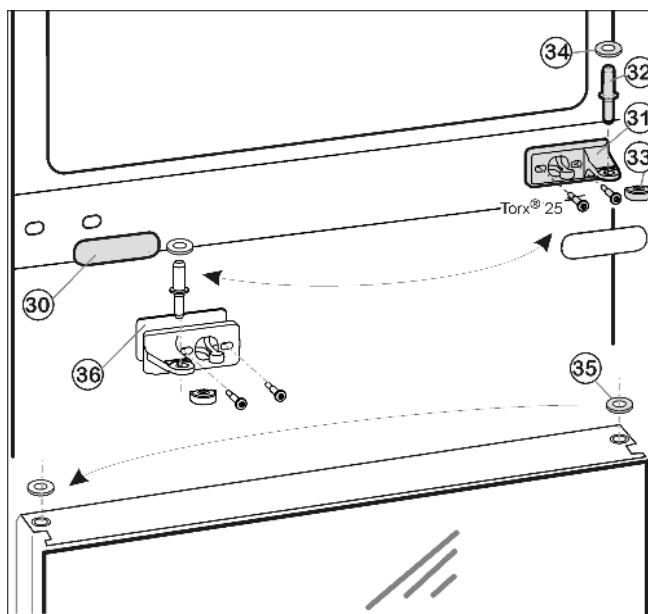
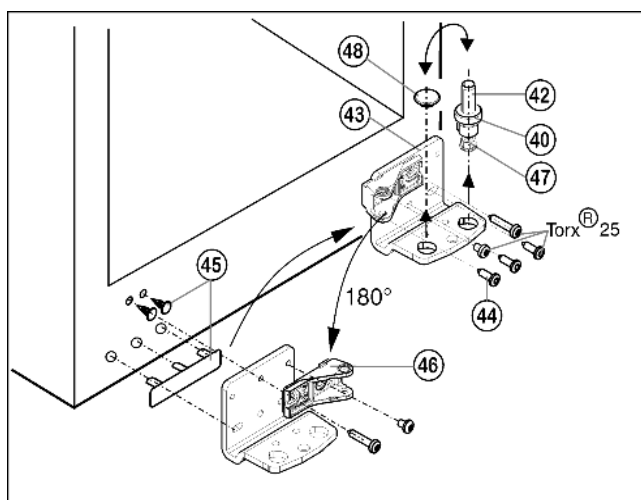

Fig. 11
Fig. 12
- ▶ Middelste lagerbout Fig. 11 (32) met schijfje Fig. 11 (34) uit de lagerbus en de onderste deur uittrekken.
- ▶ Kunststof kap Fig. 11 (33) afnemen.
- ▶ Middelste lagerbus Fig. 11 (31) losschroeven (2 maal Torx® 25).
- ▶ Afdekplaat Fig. 11 (30) voorzichtig afhalen.
- ▶ Middelste lagerbus met Fig. 11 (36) onderlegschiifje Fig. 11 (31) 180° gedraaid aan de nieuwe scharnierkant **goed (met 4 Nm)** vastschroeven.
- ▶ Afdekplaat Fig. 11 (30) 180° gedraaid aan de nieuwe greepzijde weer vastklikken.
- ▶ Schijfje Fig. 11 (35) op de deur omzetten.
- ▶ Lagerbout Fig. 12 (42) compleet met schijfje Fig. 12 (40) en stelootje Fig. 12 (47) naar boven eruit trekken.
- ▶ Stop Fig. 12 (48) eraf halen.
- ▶ Lagerbus Fig. 12 (43) losschroeven Fig. 12 (44).
- ▶ Afdekking aan de greepzijde en stop Fig. 12 (45) voorzichtig optillen en op de tegenoverliggende zijde plaatsen.
- ▶ Onderste lagerbus Fig. 12 (43) aan de nieuwe scharnierzijde evt. met behulp van een accuschroevendraaier (**met 4 Nm**) weer goed vastschroeven.
- ▶ Lagerdeel Fig. 12 (46) losschroeven en van binnen 180° gedraaid weer goed vastschroeven, lange schroef steeds in het langsgat vastschroeven.
- ▶ Stop Fig. 12 (48) weer in het andere gat aanbrengen.
- ▶ Lagerbout Fig. 12 (42) met schijfje en stelootje weer aanbrengen. Er daarbij op letten, dat de sluitnok naar achter wijst.
- ▶ Plaats de deur van boven op de onderste lagerbout *Fig. 12 (42)*.
- ▶ Het kunststof kapje *Fig. 11 (33)* weer op de middelste lagerbus *Fig. 11 (31)* zetten.
- ▶ Middelste lagerbout *Fig. 11 (32)* op de nieuwe scharnierzijde in de onderste deur plaatsen door de middelste lagerbus *Fig. 11 (31)*.
- ▶ Schijfje *Fig. 11 (34)* op de middelste lagerbout *Fig. 11 (32)* steken.
- ▶ Bovenste deur op de middelste lagerbout *Fig. 11 (32)* zetten.
- ▶ De deuren eventueel via de langsgaten in de onderste lagerbus Fig. 12 (43) en middelste lagerbus Fig. 11 (31) ten opzichte van de behuizing van het apparaat uitlijnen. Daartoe middelste schroef in de lagerbus onder Fig. 12 (43) uitdraaien.